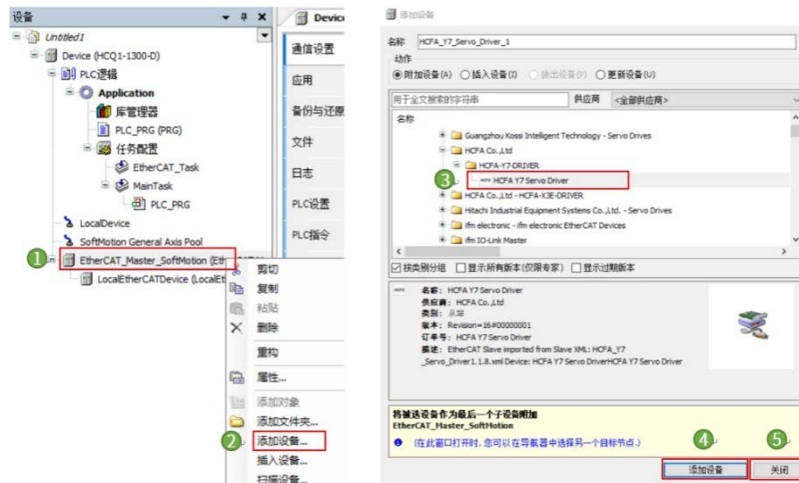

图 13-9 添加 Y7S 伺服轴
3. 右击【EtherCAT_Master_SoftMotionm】，选择【添加设备】。在弹出的页面中选择【HCFA Y7 Servo Driver】，点击【添加设备】，添加完成后点击【关闭】，如图 13-9 所示。若无【HCFA Y7 Servo Driver】请添加对应 XML。